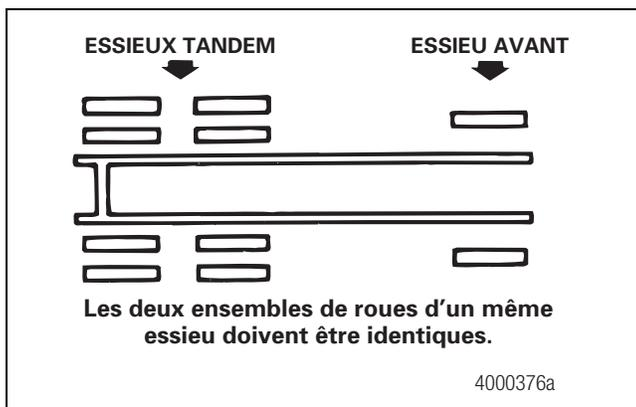

Figure 7.5
5. Les garnitures de friction et les tambours des deux roues d'un même essieu doivent être identiques. Les garnitures de friction et les tambours des quatre roues d'un même essieu tandem doivent être identiques. Les freins d'un essieu avant peuvent être différents de ceux d'un essieu moteur arrière. Figure 7.5.